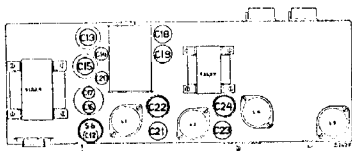

Fig. 7
8. C24 trimmen op max. output. (zie fig. 7).
C16-C15-C13-C15-C16 (zie fig. 7).
4. S6 (of C12) afregelen op minimum output. (fig. 7).